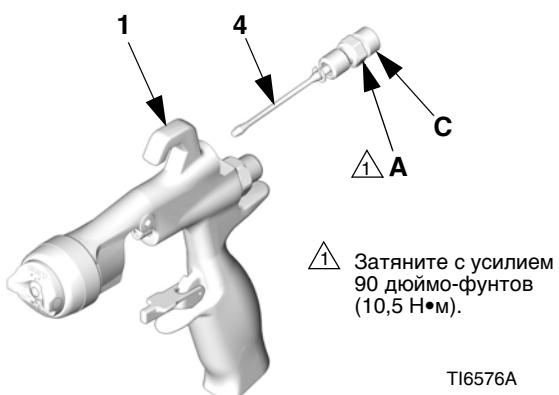

Рис. 34
- Открутите уплотнительную гайку крана регулировки факела (A) с задней стороны корпуса пистолета (1). Выдвиньте кран регулировки факела (4) из корпуса пистолета. См. Рис. 34.
- Перед повторной установкой поверните клапан регулировки струи (C) нового крана (4) полностью против часовой стрелки, чтобы предотвратить повреждение седла (5c). Установите новый кран в корпус пистолета (1). Закрутите уплотнительную гайку (A) на корпусе пистолета с усилием 90 дюймо-фунтов (10,5 Н•м).